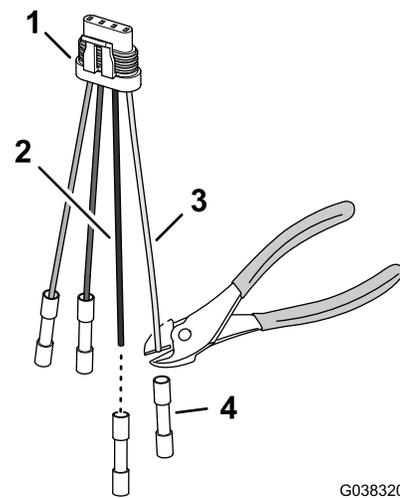

Bild 37
- Schneiden Sie die Kabelmuffenanschlüsse für das rosa Kabel und die schwarzen Kabel des 4-Stift-Adapters (Bild 37).